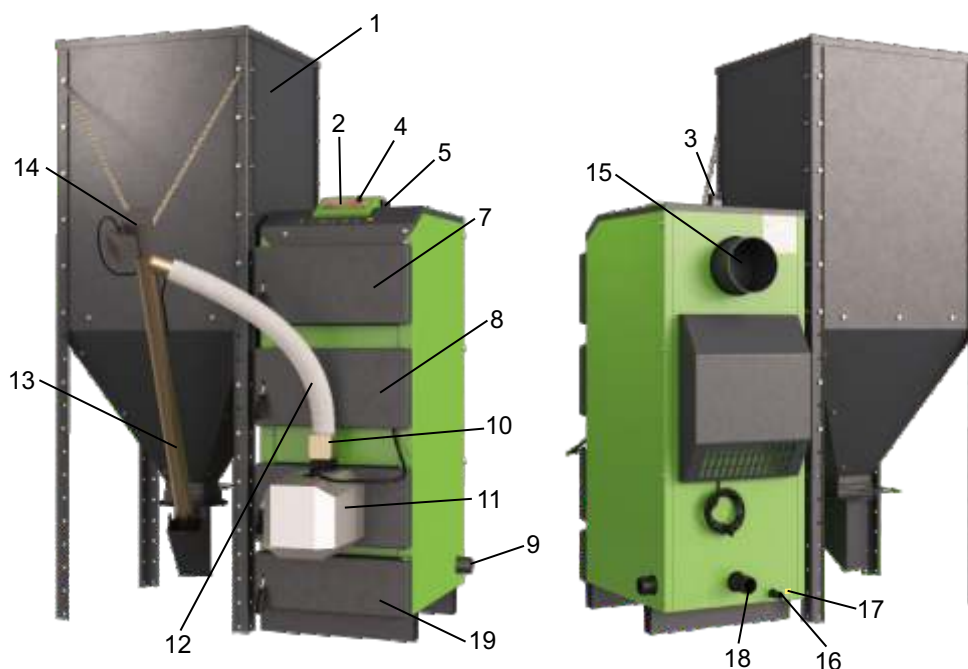

Рисунок 1. Состав и устройство Котлов моделей MF 15-35
10. Котел (рис.1) представляет собой стальной сварной теплоизолированный каркас, обшитый снаружи съемной декоративной облицовкой, и устанавливаемый на собственных опорах. Внутреннее пространство имеет сложную конфигурацию, включает в своем составе трубчатый теплообменник, предназначенный для циркулирования теплоносителя, листовые детали, образующие вместе со стенками каркаса камеру сжигания, воздухоподводящие каналы, систему дымоудаления из Котла (15). Внутри каркаса в нижней части расположены устройства: колосниковая решетка, выполненная из цельнотянутых труб, для размещения топлива (при работе на резервном топливе) и зольный ящик для сбора и удаления золы. Снаружи Котел имеет дверцы и окошки для обслуживания Котла (7,8,9) патрубки для подсоединения к трубопроводам водяного контура системы отопления (3,18), патрубок для опорожнения теплообменника (16), В нижней части котла в нижнюю дверцу вмонтирована Горелка (11) выбранной мощности, которая соединяется через механический пожарный клапан (10) гибким гофрированным шлангом (12) с бункером для пеллет (1), откуда внешним питателем (13) пеллеты подаются в Горелку. Автоматика входящая в комплект, включается кнопкой (5), расположенной на правой боковой части Котла, рядом с ней располагается предохранитель (4).